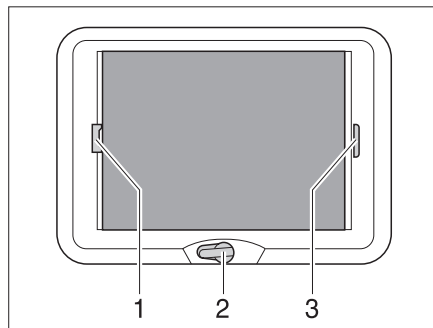

Bild 85 Kurbelhub-Dachhaube
- Die Handkurbel (Bild 85,2) drehen, bis Widerstand spürbar ist (max. Öffnungswinkel 70°).
- Die Faltverdunklung am Griff (Bild 85,3) ziehen und an der gewünschten Position loslassen. Die Faltverdunklung bleibt in dieser Position stehen.
- Den Insektenschutz am Griff (Bild 85,1) zum gegenüberliegenden Griff der faltverdunklung (Bild 85,3) ziehen und einrasten lassen.
- Den Griff des Insektenschutzes (Bild 85,1) hinten nach oben drücken und den Insektenschutz an der faltverdunklung (Bild 85,3) aushängen.